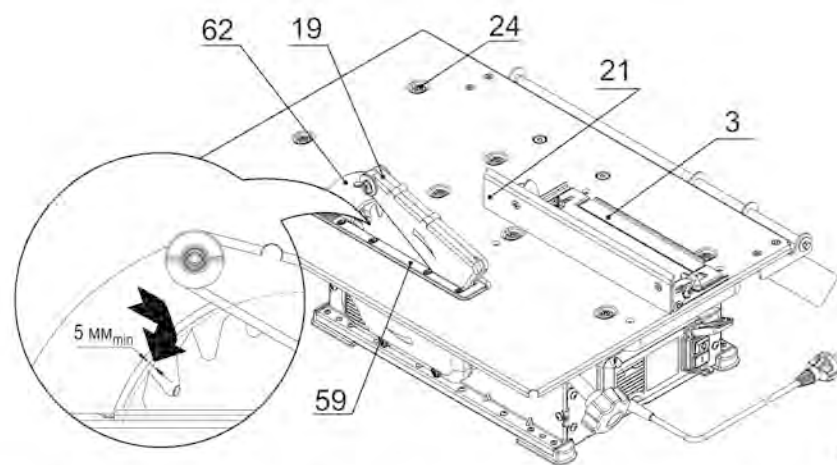
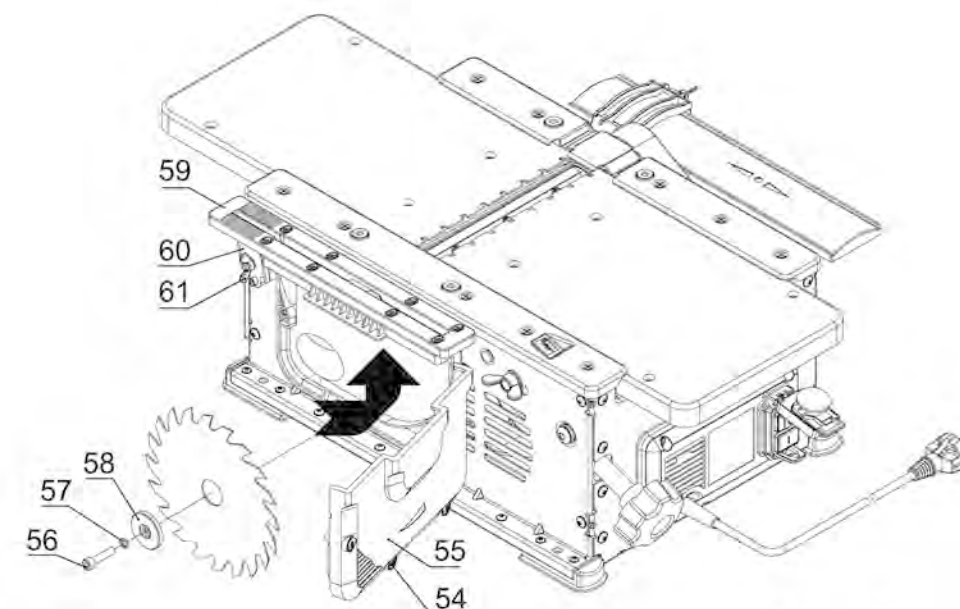

Рисунок 9.
Рисунок 8.
Для установки стола необходимо (рис. 9):
- расклинивающий нож 62 (рис. 9) просунуть (сверху вниз) в паз кожуха 59;
- закрепить его с помощью прижима 60 и гайки-барашка 61 (рис. 8).
Расклинивающий нож должен быть установлен с радиальным расстоянием между расклинивающим ножом и зубчатым венцом пильного диска не более 5 мм (рис. 9). Это достигается перемещением расклинивающего ножа по наклонному пазу. После установки нож фиксируется гайкой-барашком 61 (рис. 8).
Для установки диска пильного необходимо (рис. 8):